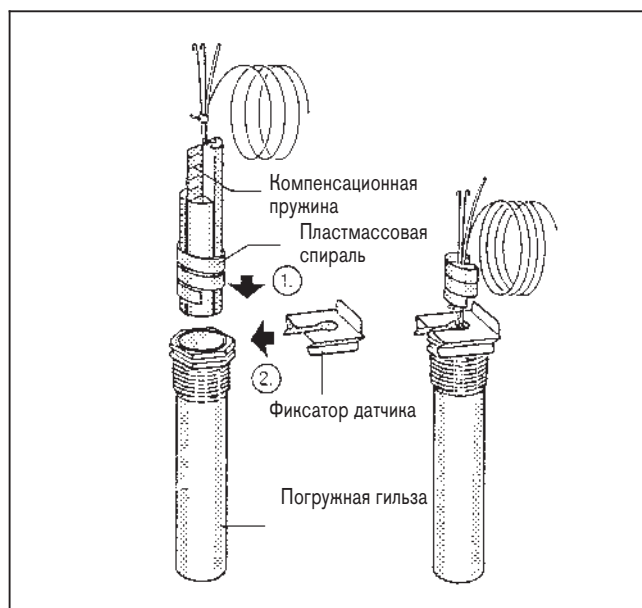

Рис. 8 – принципиальная схема
- Пластмассовая спираль, которая держит датчики, отводится при вставке автоматически назад (рис. 8).
Чтобы обеспечить контакт между погружной гильзой и поверхностями датчиков, и таким образом надежную теплопроводимость, между датчиками необходимо вставить компенсационную пружину (рис. 8).
- Надеть фиксатор датчика, сбоку или сверху, на головку погружной гильзы (рис. 8).